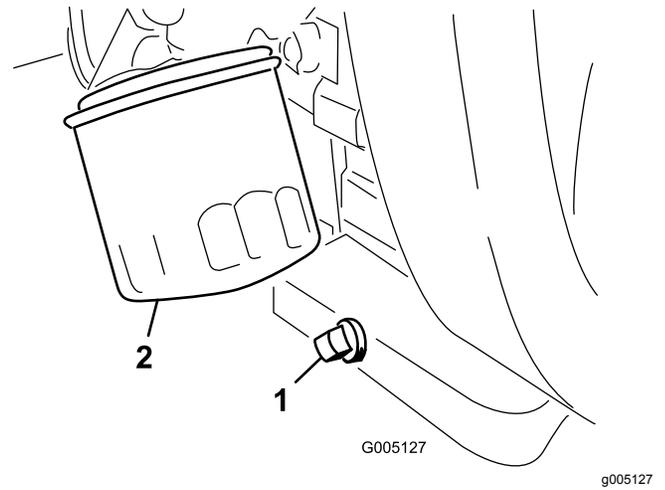

Figura 31
- Retire el tapón de vaciado (Figura 31) y deje fluir el aceite a un recipiente apropiado.
- Limpie las roscas del tapón de vaciado, aplique sellador de PTFE, e instale el tapón de vaciado (Figura 31).
- Retire el filtro de aceite (Figura 31).